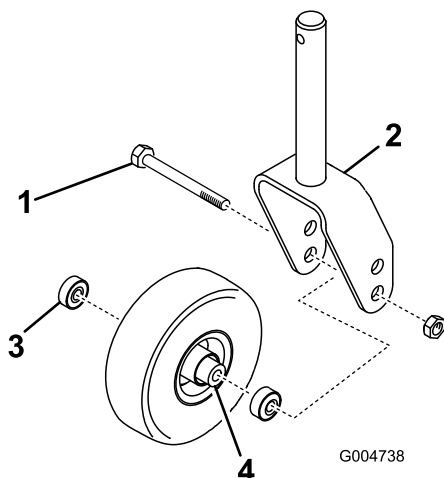

Figura 23
- Retire o rolamento do cubo da roda e deixe cair o espaçador do rolamento para fora (Figura 23). Retire o rolamento do lado oposto ao do cubo da roda.